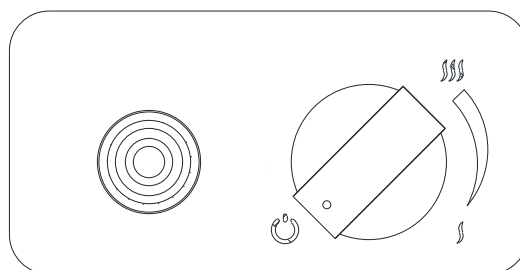

Abb. 10 – Aus-Stellung
- Vergewissern Sie sich, dass sich der Drehknopf in der Position "OFF" (ganz im Uhrzeigersinn) befindet (Abb. 10).